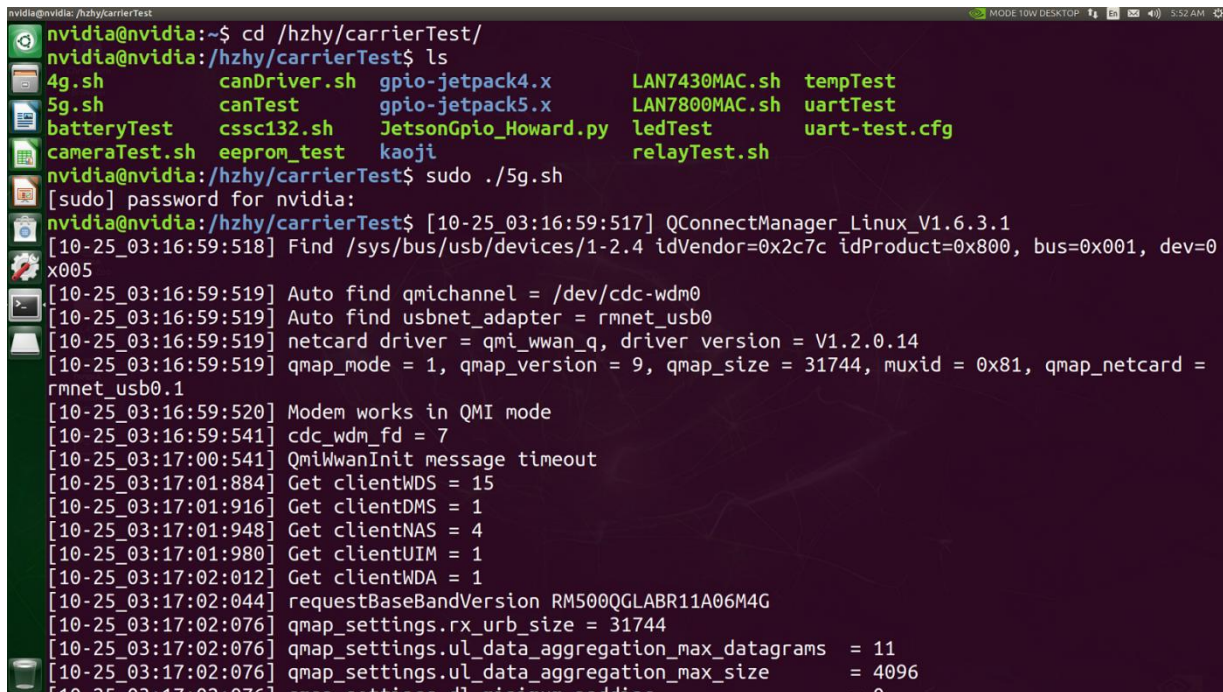

图 3-44
- 1) 将 HYAI-3115g 扩展板插入 5G 模块 (U-CN)，并连接 5G 天线，插入 SIM 卡，图 3-44